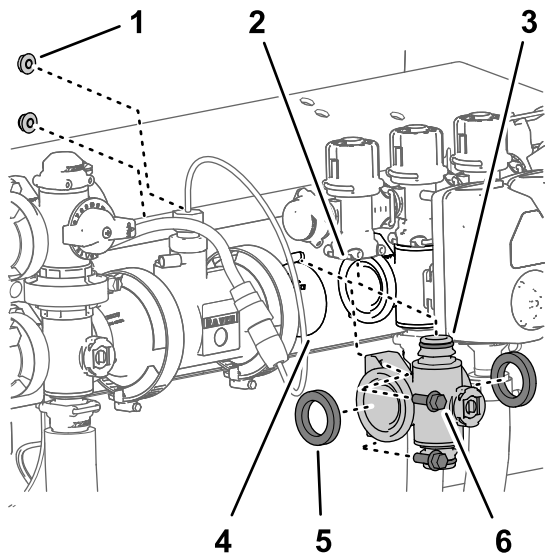
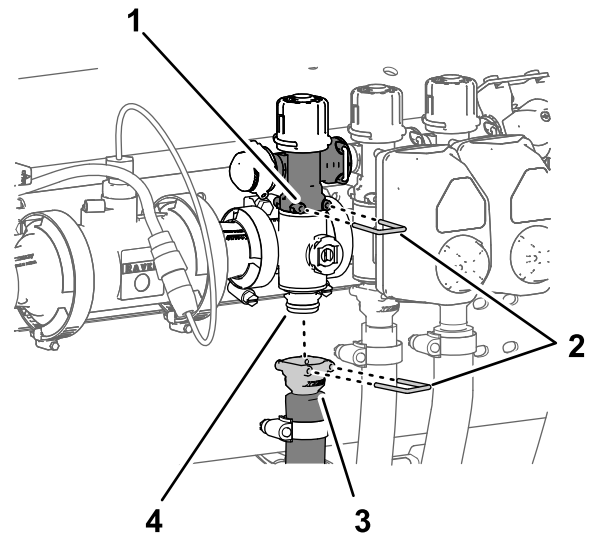

Figura 127
Figura 128
1. Allineate le 2 guarnizioni rimosse in Rimozione della valvola del collettore della sezione \(pagina 89\) alle flange del collettore della valvola della sezione (Figura 127).
- Allineate la flangia del collettore della valvola della sezione allo spazio tra le flange dell'altra o delle altre valvole e/o dell'adattatore di accoppiamento (Figura 127).
- Montate il raccordo di collegamento rapido del collettore della valvola della sezione sul raccordo a scollegamento rapido della valvola di bypass della sezione mediante un perno di collegamento rapido (Figura 127 e Figura 128).
- Per i collettori delle valvole delle sezioni sinistra o destra, montate il collettore della valvola della sezione sul supporto della valvola (Figura 127)
8. Montate l'accoppiatore rapido del flessibile della sezione sul raccordo di collegamento rapido del collettore della valvola della sezione mediante il perno di collegamento rapido (Figura 128).